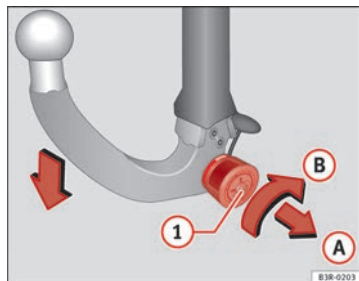
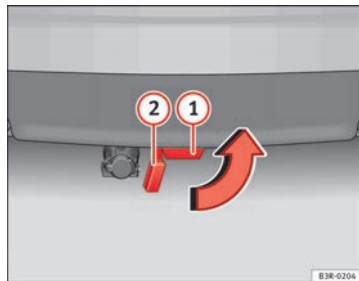

Fig. 159 Dispositivo desmontable para remolque: Desmontar la rótula
Fig. 160 Parachoques trasero: colocar el tapón
- Introduzca la llave en la cerradura (1) ⇒ fig. 159 de la rueda moleteada.
- Sujete la rótula y tire de la rueda moleteada en la dirección de la flecha (A) hasta sacarla.
- Sin dejar de tirar de la rueda moleteada, gírela hasta el tope en el sentido de la flecha (B).
- Suelte la rueda moleteada: se encastrará automáticamente en la posición pretensada ⇒ (A).
- Extraiga la rótula del tubo de enclavamiento tirando de ella hacia abajo (1) ⇒ fig. 160. Al hacerlo, la chapaleta de cierre que hay en el tubo de enclavamiento (2) lo cerrará automáticamente.